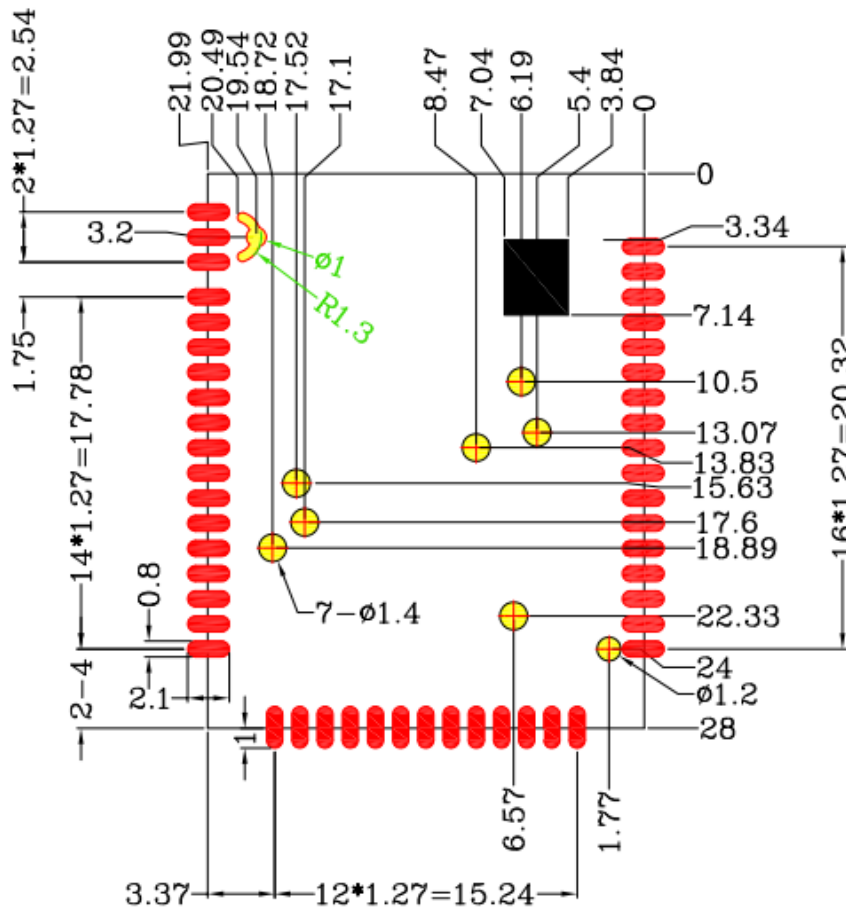

图 5 PCB 封装图
- 图 5 中黑色方框处为模组上 PA 电路部分，在贴装的主板 PCB 上需要做镂空处理（便于散热），且周围尽量不要放置温度敏感元件；
- 图 5 中九个黄色圆点为模块底部测试点，贴装的主板 PCB 上对应位置禁止布线；